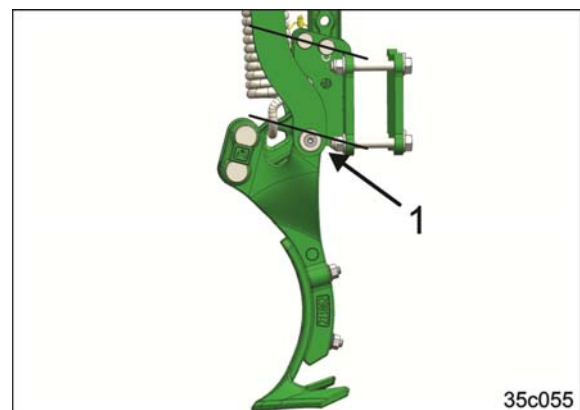

Bild 125
- Genom att vrida på spårluckrarens fäste (Bild 125/1) går det att ställa in ett flackare arbetsdjup.